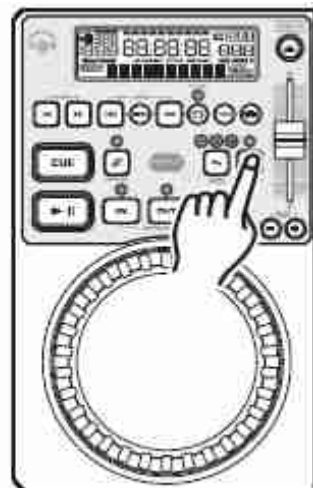
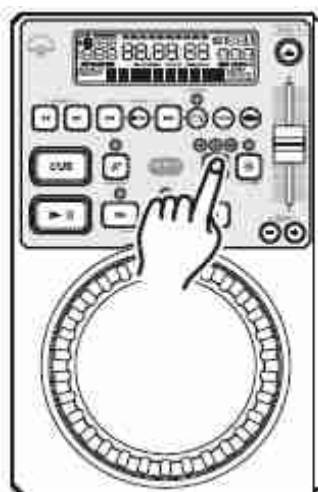

Figura 24
Figura 26
Regolazione dell'INTERVALLO DEL CURSORE DEL PITCH: È possibile variare l'intervallo di funzionamento del **CURSORE DEL PITCH (5)** in qualsiasi momento. Per cambiare la percentuale di funzionamento assicurarsi che la funzione 'pitch' sia stata attivata (vedere figura 24). La percentuale di 'pitch' può essere impostata a +/- 4%, +/- 8%, +/- 16% e 100%. La manipolazione possibile del 'pitch' sarà minima al 4% e massima al 100%. Per regolare i diversi intervalli premere il pulsante **PITCH ON/OFF (6)** e battere leggermente sul pulsante **PITCH RANGE (7)** fino a raggiungere il valore desiderato (vedere figura 26). **Nota: il 100% di regolazione del Pitch è possibile soltanto con CD, non con CD Mp3.**